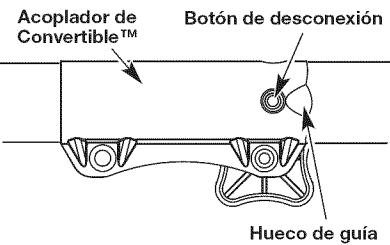

Fig. 4
NOTA: La alineación del botón de desconexión con el hueco de guía facilitará la instalación (Fig. 4).
- Oppima y sostenga el botón de desconexión (Fig. 4).